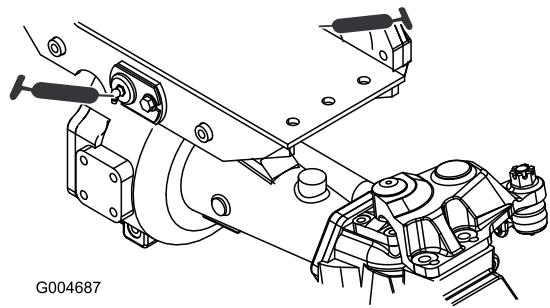

Figura 59
- Dois casquilhos da articulação do eixo traseiro e frontal (Figura 59)